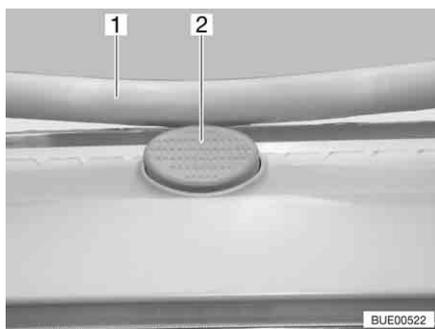

Fig. 53 Bottone di sicurezza sull'oblò Heki
- Premere il bottone di sicurezza (Fig. 53,2) e tirare verso il basso la staffa (Fig. 53,1) con entrambe le mani.
- Premere la staffa verso l'alto con ambedue le mani, finché la staffa non poggia al di sopra del bottone di sicurezza (Fig. 53,2).